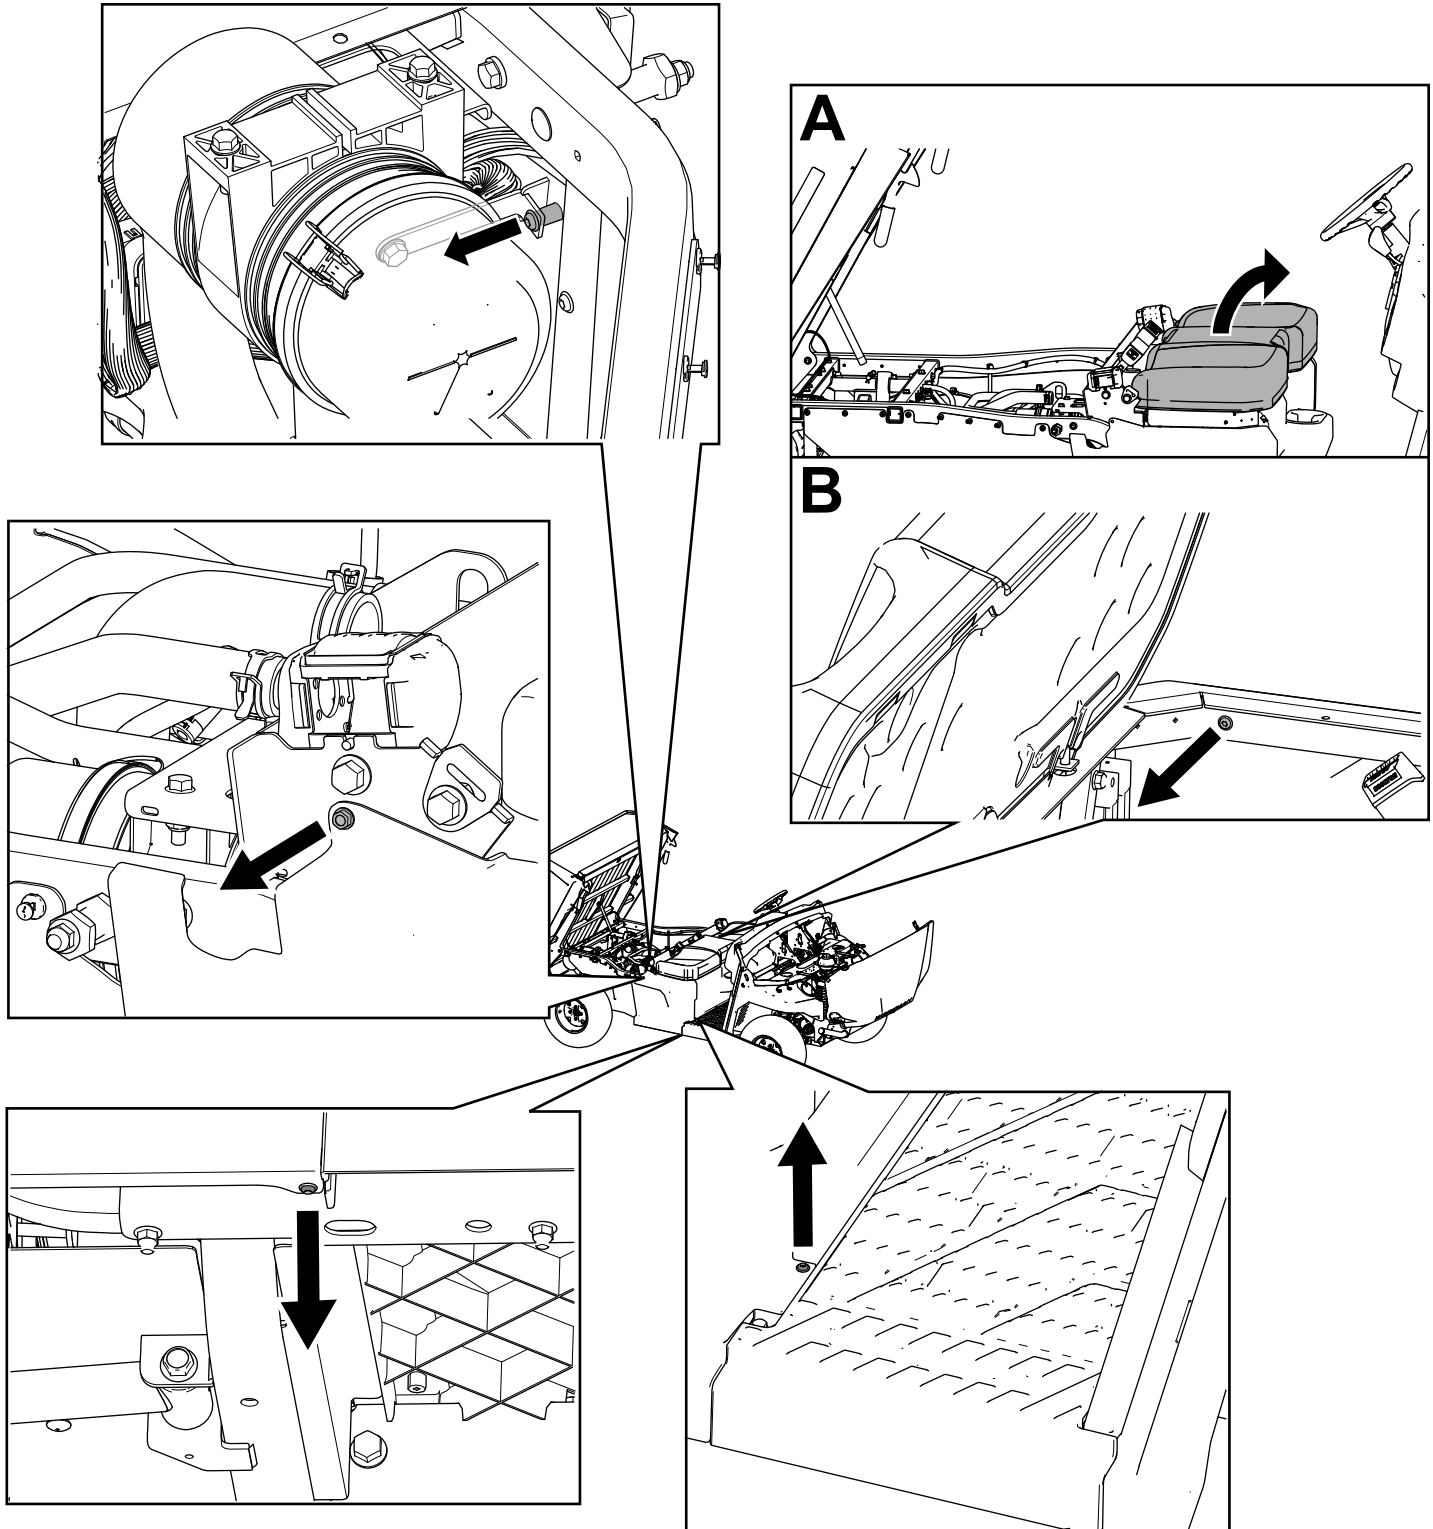

Figure 9
3. Retirez les boulons à tête hexagonale à embase ( $\frac{1}{4} \times \frac{3}{4}$  po) et les fixations à tête Torx T30 des panneaux de base gauche et droit du siège (Figure 9).